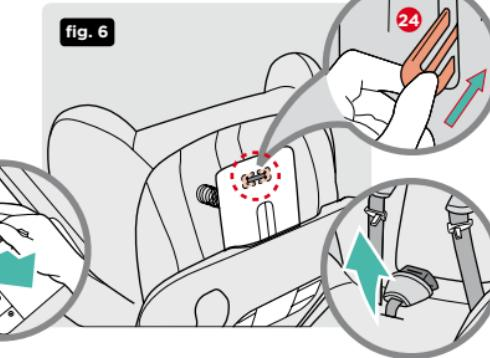

fig. 6
2. Desde la parte de abajo de la silla, sujeté la placa metálica (24) que retiene la hebilla en la base (fig. 6).
3. Deslice la placa metálica (24) a través de la ranura.
4. Retire la hebilla del arnés (7).
5. Ponga la hebilla del arnés (7) en remojo con agua caliente y lavavajillas líquido durante una hora como mínimo. Aclare y séquela.
4. Voltee la silla y desde la parte inferior del asiento, libere la hebilla del arnés (7) pasando la placa de retención (24) por la ranura del asiento (fig. 6).